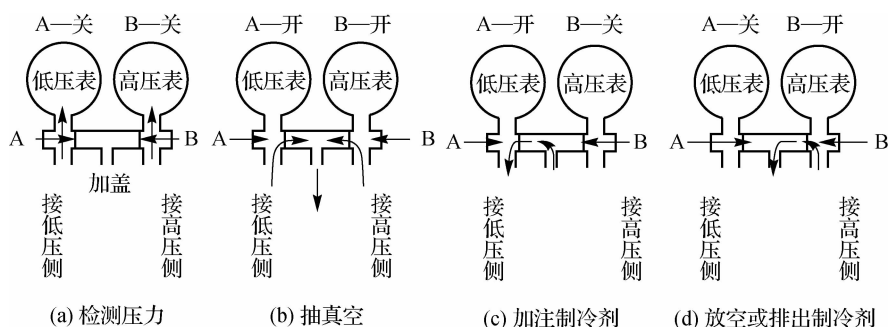

图 1-12 歧管压力表的构造
压力表是弹簧管式,其结构如图 1-12 所示。当具有一定压力的被测工质从接头进入弹簧管时,受弹簧管内外压力差的作用,弹簧管膨胀变形,通过拉杆使扇形齿轮转一个角度,从而带动小齿轮和指针也转过一个角度,指针所指的读数便是所测的压力。如果被测工质压力低于大气压力,则弹簧管收缩变形,压力计所示读数便是真空度。
(1)检测压力。如图 1-12(a)所示,当高压手动阀和低压手动阀同时关闭时,则可对高压侧和低压侧进行压力检测。
(2)抽真空。如图 1-12(b)所示,当高压手动阀和低压手动阀同时全开时,全部管路接通,在中间接头接上真空泵,便可以对系统进行抽真空。
(3)加注制冷剂。如图 1-12(c)所示,当高压手动阀关闭,低压手动阀打开,中间接头接到制冷剂钢瓶上或冷冻机油瓶上时,可向系统充注制冷剂。
(4)放空或排出制冷剂。如图 1-12(d)所示,当低压手动阀关闭,高压手动阀打开时,可使系统向外开放,排出冷却剂。